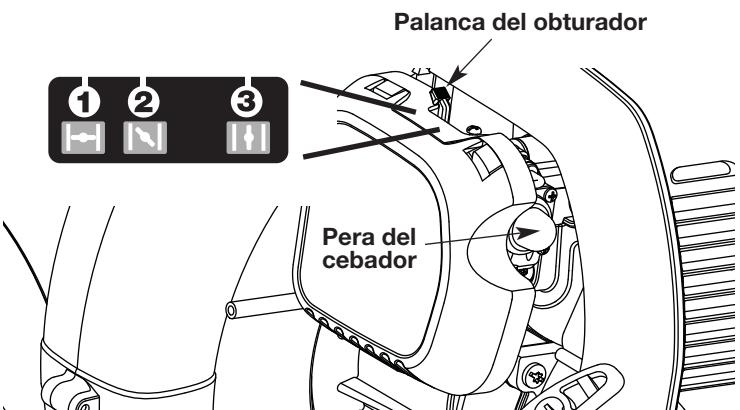
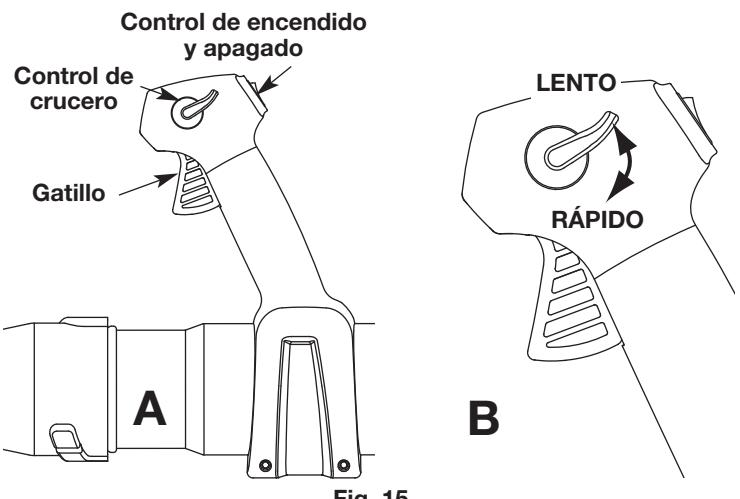
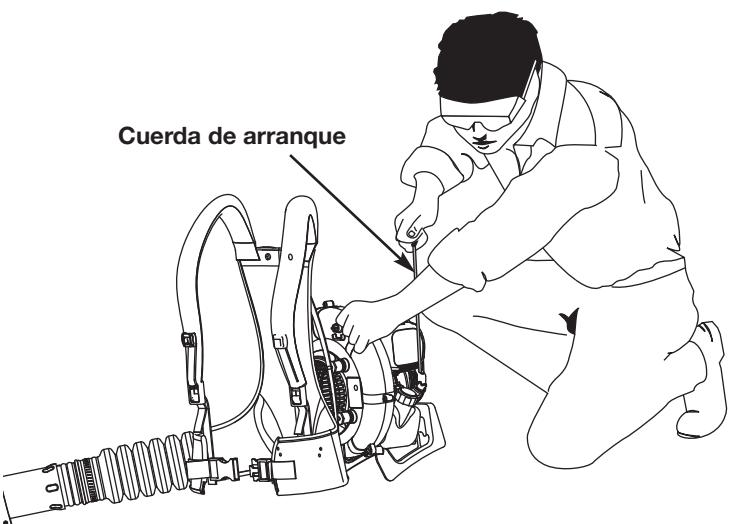

Fig. 14
Fig. 15
Fig. 16
ADVERTENCIA: Evite los arranques accidentales. Colóquese en posición de inicio cuando tire de la cuerda de arranque (Fig. 16). El operador y la unidad deben estar en una posición estable al arrancar la unidad para evitar graves lesiones personales. Para evitar lesiones personales graves, asegúrese de que los tubos de la sopladora estén colocados antes de hacer funcionar la unidad.
- NOTA:** No hay necesidad de arrancar la unidad. El control de Encendido/Apagado está en la posición ENCENDIDO (I) en todo momento.
3. Oprima y suelte completamente la pera del cebador **10 veces**, lentamente. Deberá verse alguna cantidad de combustible en la pera del cebador (Fig. 14). Si no se ve combustible en la pera, oprima la pera hasta que se vea el combustible.
4. Coloque la palanca del obturador en la **Posición 1** (Fig. 14).
- NOTA:** La unidad debe arrancarse en vacío. No apriete el gatillo hasta que el paso 8 (Fig. 15, A).
5. **No apriete el gatillo.** Colóquese en la posición de arranque (Fig. 16). Tire de la cuerda de arranque **5 veces** en un movimiento controlado.
6. Coloque la palanca del obturador en la **Posición 2** (Fig. 14).
8. Apriete y sostenga el gatillo, o presione el control de crucero (Fig. 15, A), y permitir que el motor se caliente durante 30 a 60 segundos.
9. **Continuar oprime el gatillo.** Mover la palanca del obturador a la **Posición 3** (Fig. 14) y continuar el calentamiento del motor por un período adicional de 60 segundos. Durante este tiempo la unidad puede ser utilizada.
2. Oprima y mantenga oprimido el Control de encendido y apagado en la posición APAGADO (O) hasta que el motor se detenga por completo (Fig. 15, A)
1. Una vez que el motor haya arrancado y esté caliente, oprima el gatillo para acelerar la unidad según sea necesario (Fig. 15, A).
2. Para períodos de funcionamiento más prolongados y para eliminar la posibilidad de fatiga en el dedo, mueva el control de crucero hacia la posición RÁPIDO para aumentar poco a poco o mantener la velocidad del motor de la unidad (Fig. 15, B). Cuando se oprime el control de crucero, el gatillo retrocederá hacia la manija.
3. Para disminuir la velocidad del motor, mueva el control de crucero hacia la posición LENTO y el gatillo regresará a la posición de marcha en vacío (Fig. 15, B).
3. Oprima y suelte completamente la pera del cebador 10 veces, lentamente. Deberá verse alguna cantidad de combustible en la pera del cebador (Fig. 14). Si no se ve combustible en la pera, oprima la pera hasta que se vea el combustible.
NOTA: La unidad debe arrancarse en vacío. No apriete el gatillo hasta que el paso 10 (Fig. 15, A).
5. Agáchese en la posición de arranque (Fig. 16). Inserte el arrancador eléctrico o el Power Start Bit™ en la parte trasera de la unidad (Fig. 32). Consulte la sección de *Operación del manual del operador del Arrancador Eléctrico o Accesorio de Arranque Eléctrico Opcional Power Start Bit™*.
6. **No apriete el gatillo.** Apriete y sostenga el botón de ENCENDIDO (I) del arrancador eléctrico o taladro durante 2 segundos.
7. Coloque la palanca del obturador en la **Posición 2** (Fig. 14).
8. **No apriete el gatillo.** Apriete y sostenga el botón de ENCENDIDO (I) del arrancador eléctrico o taladro durante 2 segundos, hasta que la unidad arranque.
10. Apriete y sostenga el gatillo, o presione el control de crucero (Fig. 15, A), y permitir que el motor se caliente durante 30 a 60 segundos.
11. **Continuar opime el gatillo.** Mover la palanca del obturador a la **Posición 3** (Fig. 14) y continuar el calentamiento del motor por un período adicional de 60 segundos. Durante este tiempo la unidad puede ser utilizada.
- Use la control de crucero (Fig. 15) para mantener el gatillo oprimido mientras esté trabajando para facilitar el funcionamiento continuo.